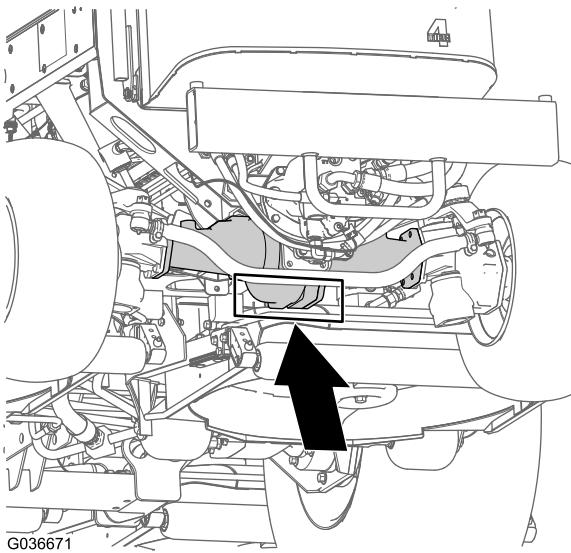

Figure 33
**Arrière de la machine** – au centre du pont (Figure 33).